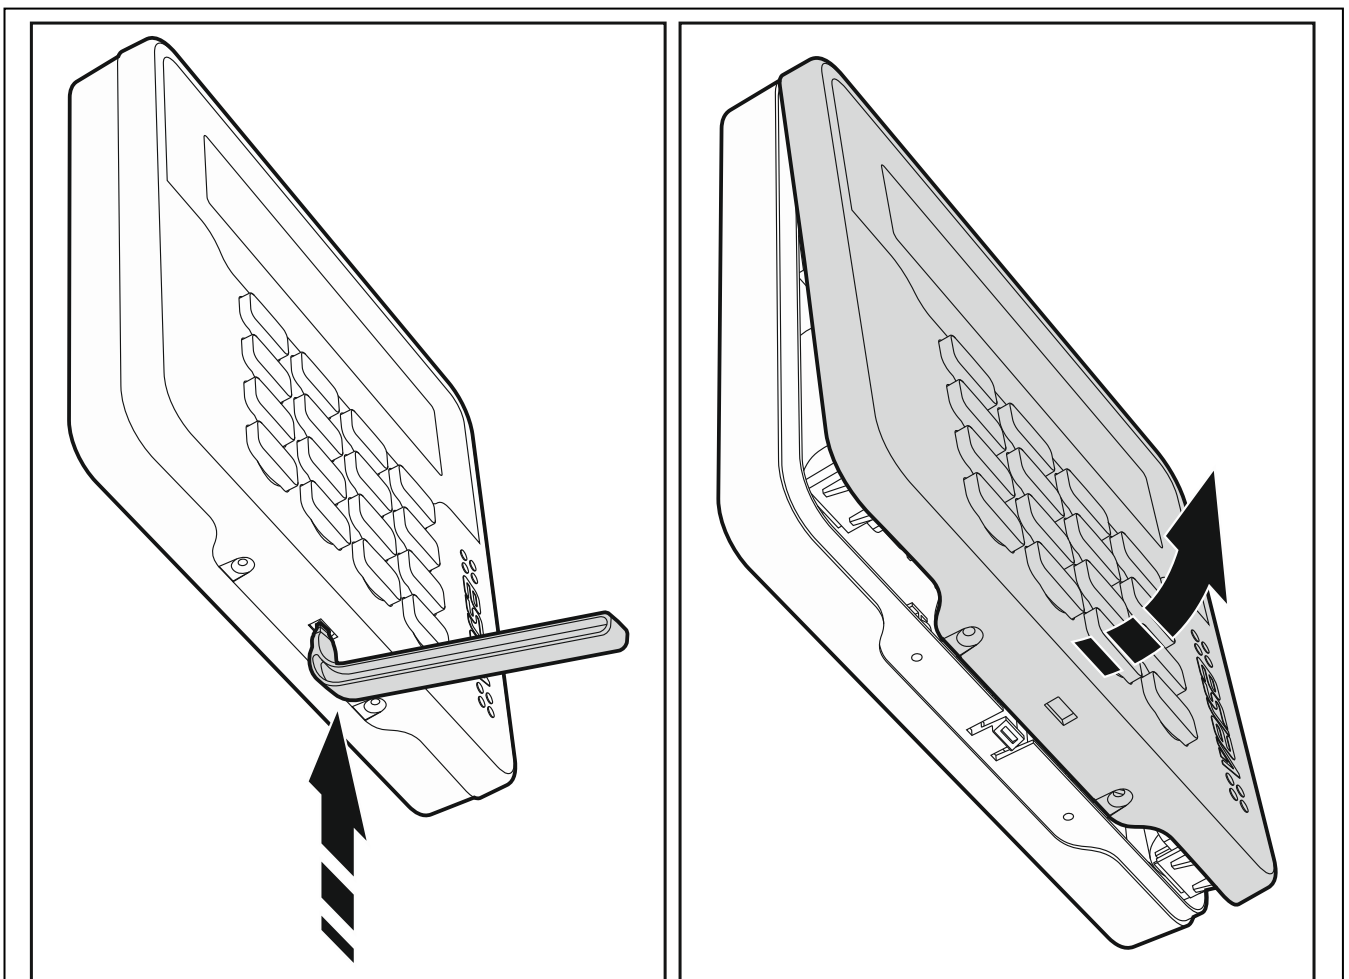

Fig. 2. Apertura de la caja.
1. Abre la caja del teclado (fig. 2). La herramienta mostrada en la figura que sirve para abrir la caja va junto con el teclado.
6. Abre la caja del teclado (fig. 2).